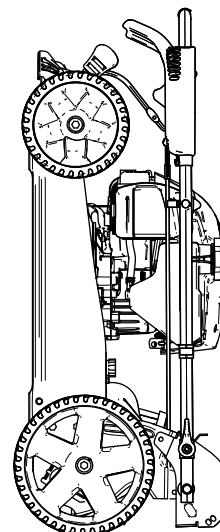

Рисунок 23
6. Поднимите переднюю часть машины за рукоятку и переместите ее на место хранения (Рисунок 23).